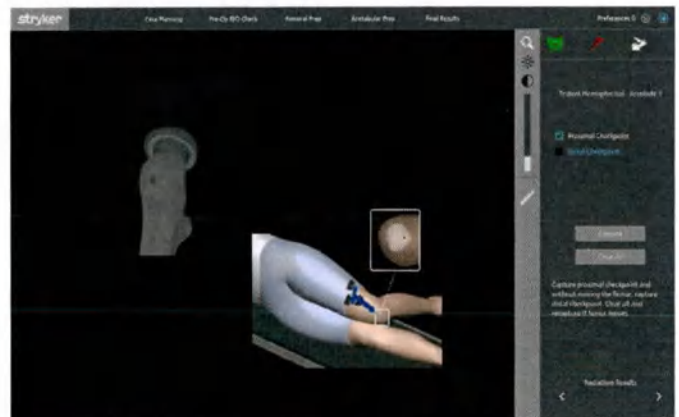

Рисунок 54. Проксимальный контрольный указатель для бедренной кости
2. Оставьте вправленную бедренную кость на месте без трения в положении, при котором бедренная кость должна располагаться таким образом, чтобы ее механическая ось была практически параллельна длинной оси таза, а коленный сустав пациента должен быть согнут примерно на 90 градусов. (На Рисунок 54 показано изображение для передне-латерального (AL), задне-латерального (PL) или прямого верхнего (DS) подходов на правом тазобедренном суставе. Для левого тазобедренного сустава или для прямого anteriорного (DA) подхода изображения на экране будут несколько отличаться.)